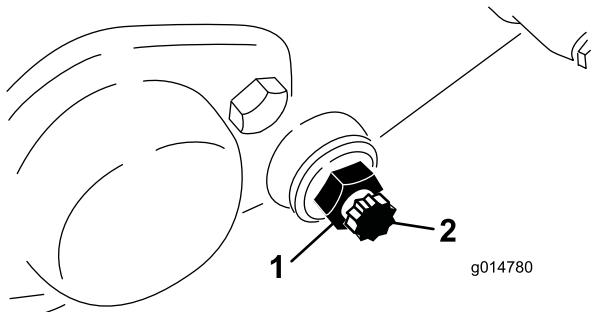

図 55
- ベッドバー bolt 図 55を固定しているjam nut 機体両側をゆるめる。
- 各ベッドバー bolt を抜いてベッドバーを下に引き抜いて外す。ベッドバーの両端にナイロンワッシャとスチールワッシャが枚ずつあるので注意する図 55。